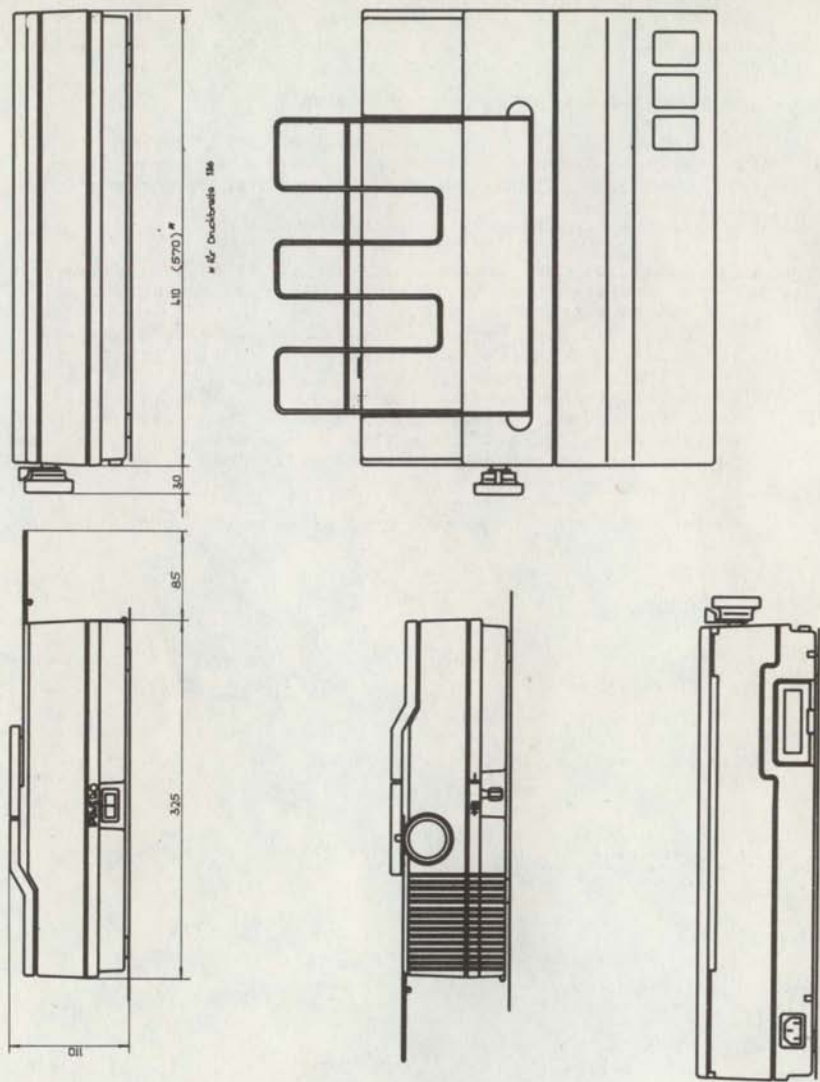
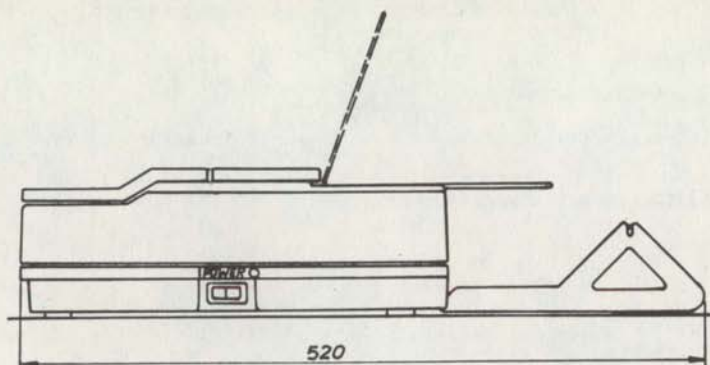
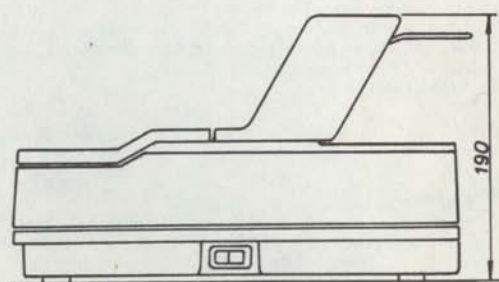

Abbildung 1: Aufbau Grundgerät
Abbildung 2: Anordnung der Zusatzausstattung Rollenaufnahme
Abbildung 3: Anordnung der Zusatzausstattung Traktoreinrichtung
siehe Abb.1, Abb.2 und Abb.3
- Bei Arbeit mit Rollenpapier den Rollenhalter entsprechend Abb.1 der Montagevorschrift bzw. Pkt. 3.1. der Betriebsvorschrift montieren. Bei Arbeit mit Leporellopapier ist die Traktorzuführung entsprechend Betriebsvorschrift Pkt. 3.2 zu verwenden.